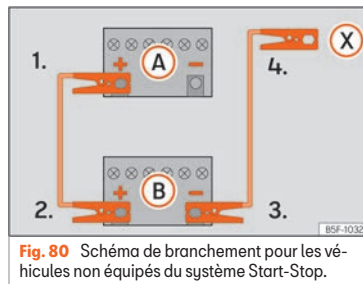

Fig. 80 Schéma de branchement pour les véhicules non équipés du système Start-Stop.
2. Raccordez une extrémité du câble de démarrage *rouge* au pôle positif (+) du véhicule dont la batterie est déchargée **(A)** » » **fig. 80**.
- 4a. *Sur les véhicules sans système Start-Stop* : raccordez une extrémité du câble d'urgence *noir* à la borne négative (-) du véhicule fournissant le courant **(B)** » » **fig. 80**.